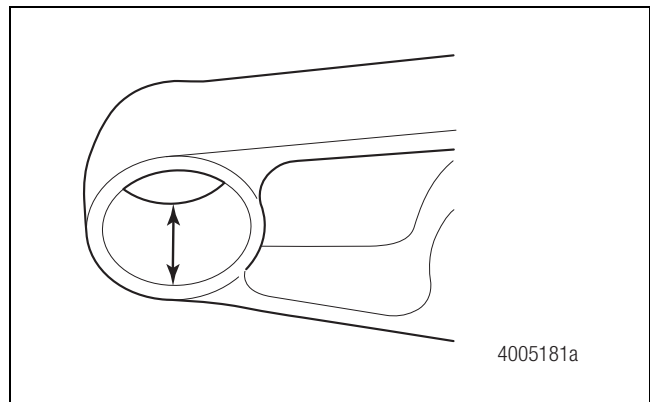
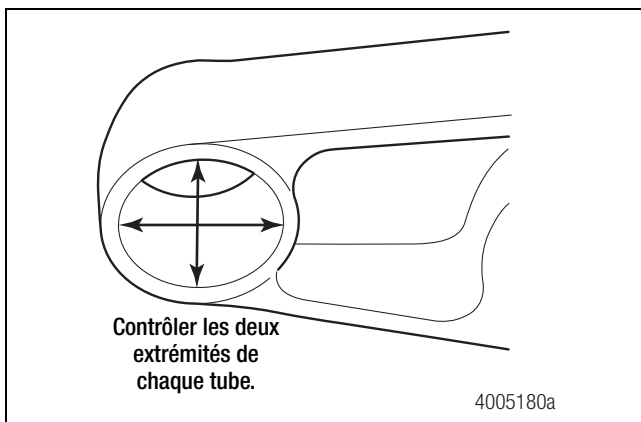

Figure 4
Figure 3
A. Mesurer le diamètre des alésages et la longueur des tubes de bague aux quatre emplacements du bras de suspension supérieur avant de monter de nouvelles bagues. Le diamètre de l'alésage doit se situer entre 2,240 po et 2,250 po (56,896 mm et 57,150 mm). Figure 3. La longueur du tube doit être d'au moins 2,590 po (65,786 mm). Figure 4.